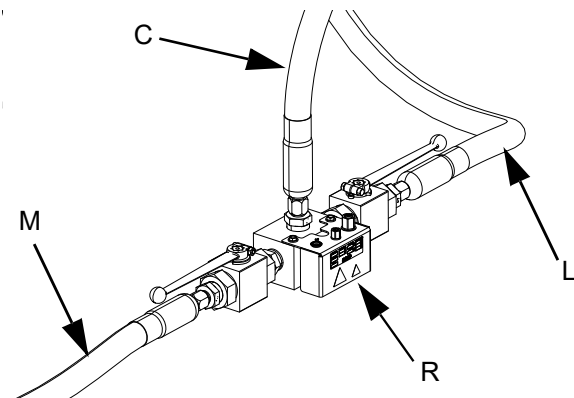

FIG. 23
- c. Anslut tandemslang 1 (L) och tandemslang 2 (M) från matningssystemet till tandemblocket (R). Se FIG. 23.
- d. Anslut matningsslang 1 (C) till tandemblocket (R). Se FIG. 23.